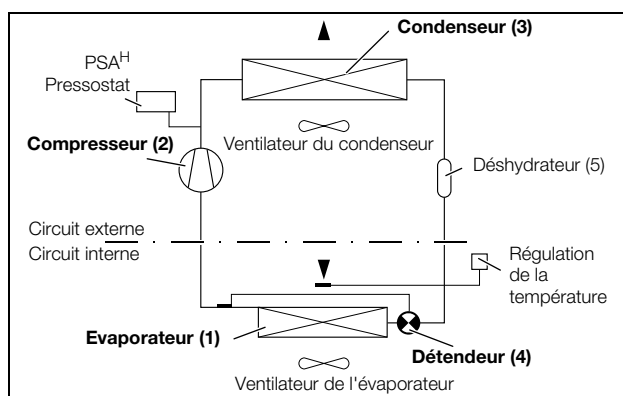

Fig. 3 : circuit frigorifique
Le climatiseur (installation frigorifique à compression) se compose de quatre éléments principaux (voir fig. 3) : l'évaporateur (1), le compresseur (2), le condenseur (3) et le détendeur (4) – reliés entre eux par une tuyauterie adaptée.